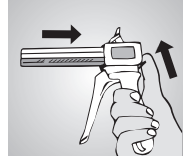
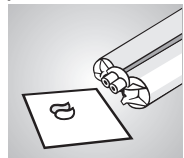

рис. 2
рис. 3
Инъекция материала из картриджа производится при помощи диспенсера системы Automix2 (рис. 2). После установки картриджа в диспенсер следует отвинтить заглушку картриджа. Выдавливать из картриджа небольшое количество материала до тех пор, пока он не будет выпускаться из обоих выводных отверстий картриджа равномерно (рис. 3). При установке насадки для смешивания на картридж следует обратить внимание на правильное положение направляющих насадки в пазах картриджа. Закрепить насадку на картридже вращением в обратном направлении (рис. 4). Теперь можно производить индивидуальное дозирование материала в зависимости от необходимости. После применения следует оставить насадку на картридже до следующего использования. Для смешивания материала **tempofit® finish** применяйте только насадки для смешивания голубого цвета для диспенсера 1:1!
- Каждый раз перед установкой насадки для смешивания выдавливать небольшое количество материала до тех пор, пока из обоих отверстий картриджа не будет равномерно выдавливаться базисная и катализаторная пасты (рис. 3).